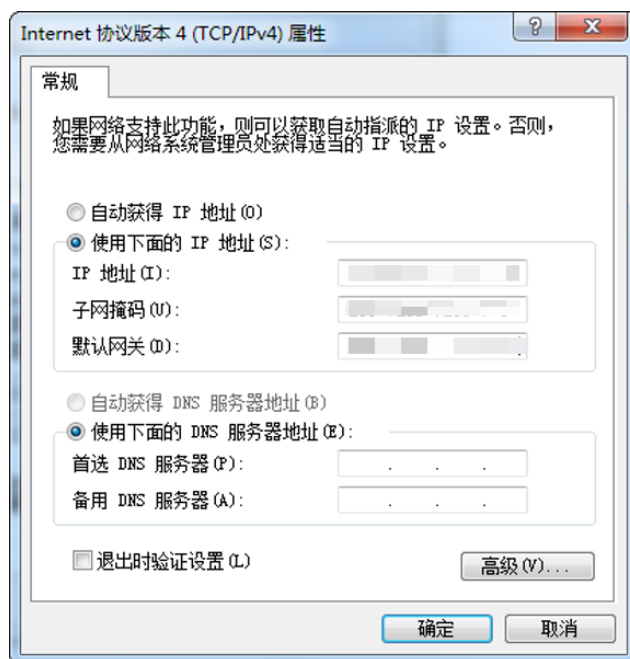

图5-1 本地网络配置
2. 双击**Internet 协议版本 4**设置 PC 的 IP 地址。建议将 PC 的网口配置为静态 IP 地址，缩短设备搜索时间，如图 5-1 所示。